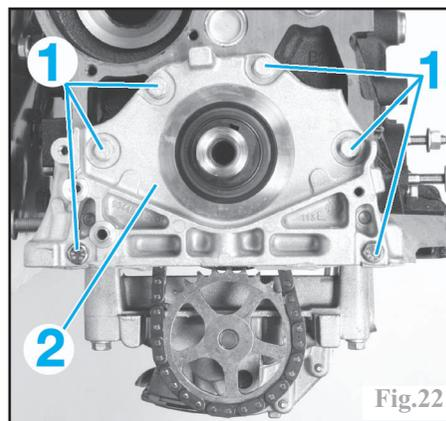

Fig.22
-les vis (1) du carter de fermeture (2) côté pompe à huile (Fig.22).
-le carter (2) de fermeture coté pompe à huile.